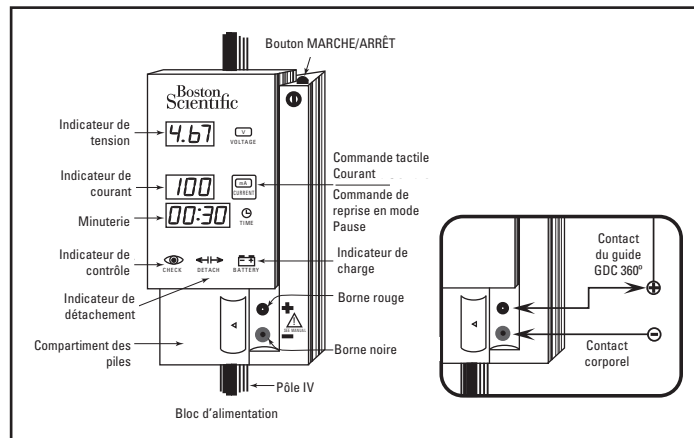

Figure 5. Bloc d'alimentation des coils détachables
- g. Appuyer sur le bouton Marche/Arrêt situé en haut à droite du bloc d'alimentation (voir Figure 5). Tous les indicateurs sont allumés et le système effectue un auto-test.